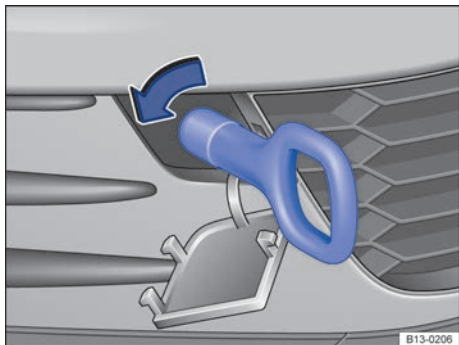

Fig. 153 En el lado derecho del paragolpes delantero: enroscar la argolla de remolque.
- Enrosque la argolla de remolque en el alojamiento girándola al máximo **en el sentido contrario al de las agujas del reloj** → fig. 153 → ⚙️. Utilice un objeto adecuado con el que pueda enroscar completa y firmemente la argolla de remolque en su alojamiento.